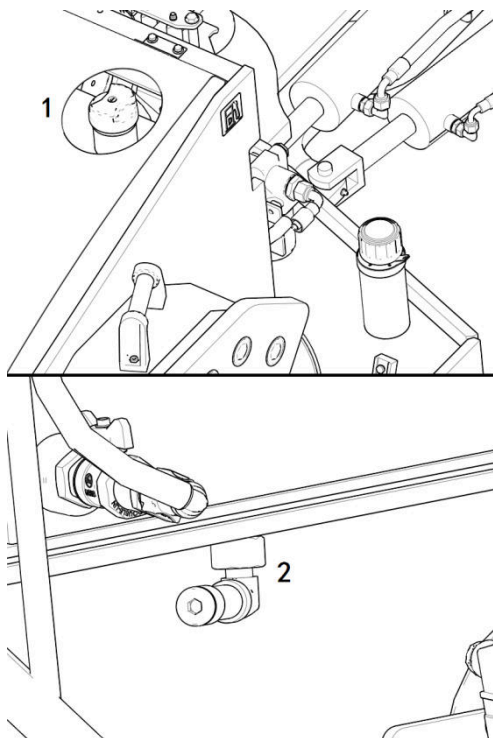

Рис. 3.34 Топливный бак
2. Очистка топливного бака (Рис. 3-34)